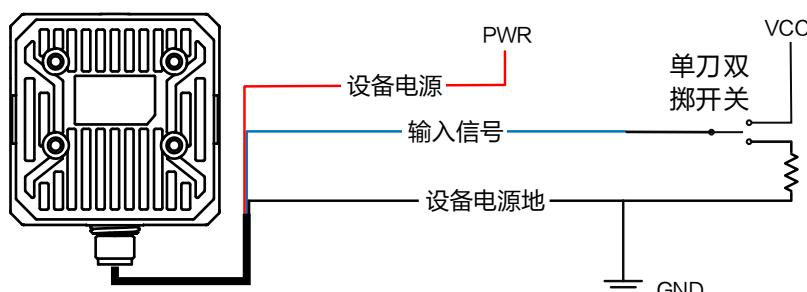

图3-11 输入信号接开关
- 输入信号为开关，可使用图 3-11 所示的接线方式。使用时，需加上 $1\text{ k}\Omega$ 的下拉电阻。